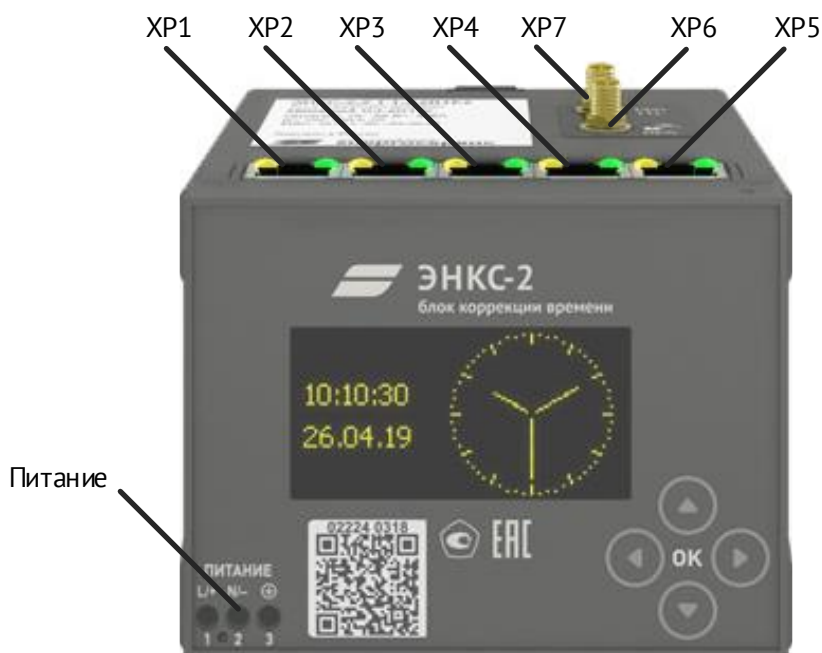

Рисунок 2.1. Разъемы и интерфейсы БКВ ЭНКС-2
2.2.1 Обозначение и тип разъемов БКВ ЭНКС-2 приведено на рис. 2.1 и в табл. 2.2.